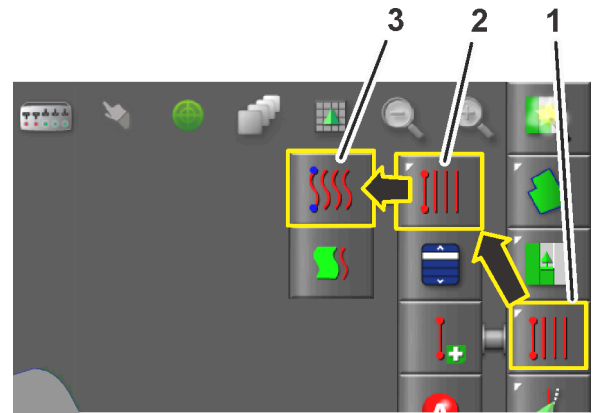

図 14
1. ガイドラインタイプを曲線ガイドライン(図 14)に切り替えます。